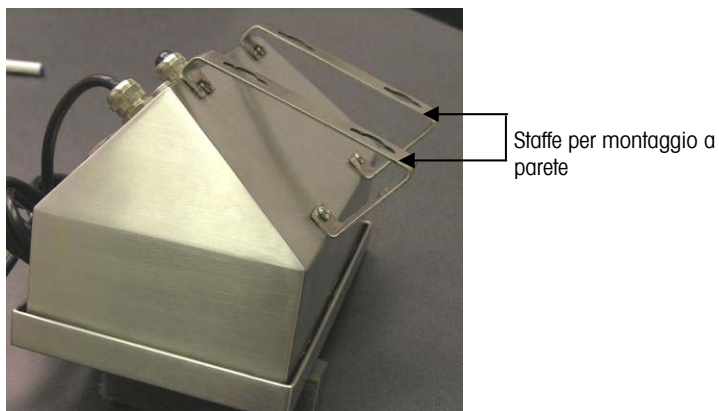

Figura 2-7: Come attaccare le staffe di montaggio a parete
1. Bullonare le due staffe alla parte inferiore dell'armadietto utilizzando le quattro viti M5 incluse con il terminale. Le staffe devono essere attaccate come illustrato nella Figura 2-7.